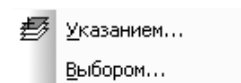

Рис. 2.16. Всплывающее меню пункта **Слой** выпадающего меню пункта **Выделить** главного меню
- **Слой** вызывает всплывающее меню, показанное на рис. 2.16;